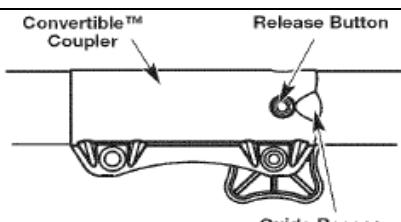

Рис. 2
ОСТОРОЖНО! Перед использованием устройства убедитесь в том, что кнопка фиксатора полностью защелкнута в основном отверстии, а поворотная рукоятка (Рис. 2) плотно затянута.
2. Нажмите и удерживайте кнопку фиксатора (Рис. 2).